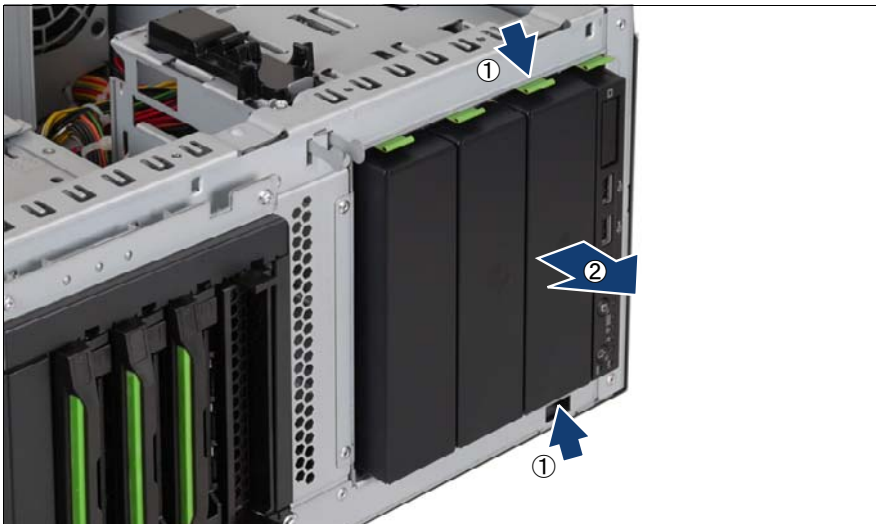

図 22: ダミーカバーの取り外し
- ▶ アクセス可能なドライブを取り付けるため、1 つの 5.25 インチベイからダミーカバーを取り外します (52 ページ の図 22 を参照)。
- ▶ アクセス可能なドライブ用に、2 つの 5.25 インチベイからダミーカバーを取り外します (52 ページの図 22 を参照)。